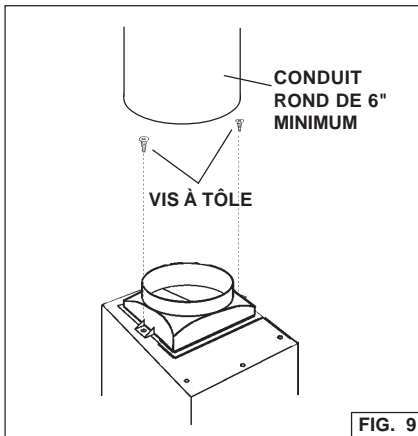

FIG. 9
1. Attachez le collet de refoulement au support du ventilateur au moyen de deux (2) vis à tête. Vérifiez que le collet ne va pas au-delà de l'angle du support du ventilateur (fig. 9).
Reliez toutes les sections, pour les rendre sûres et empêcher le passage de l'air (fig. 9).